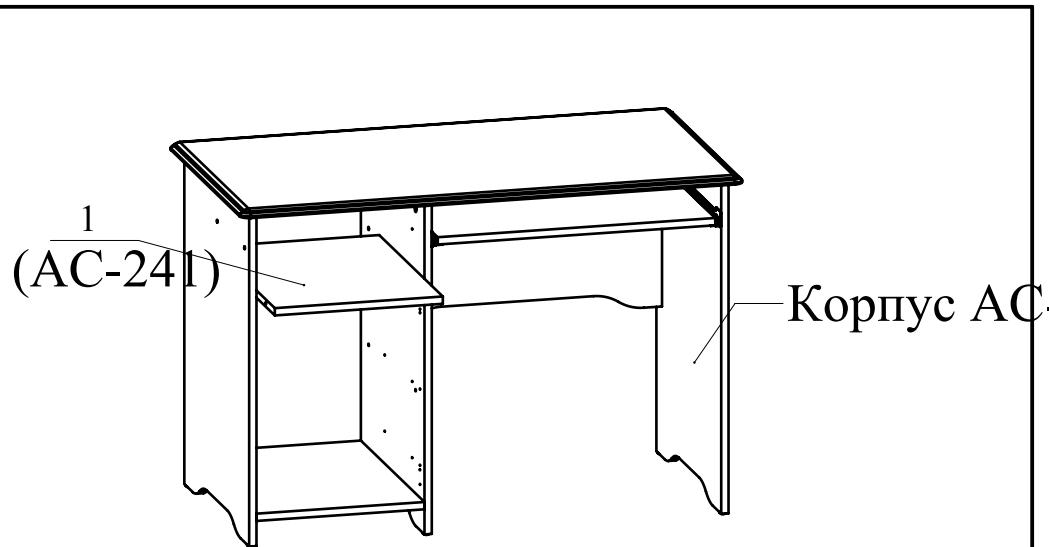

Рис.5
3. Установите деталь 1 в корпус изделия АС-24 и зафиксируйте при помощи конфирматов (Рис. 5).